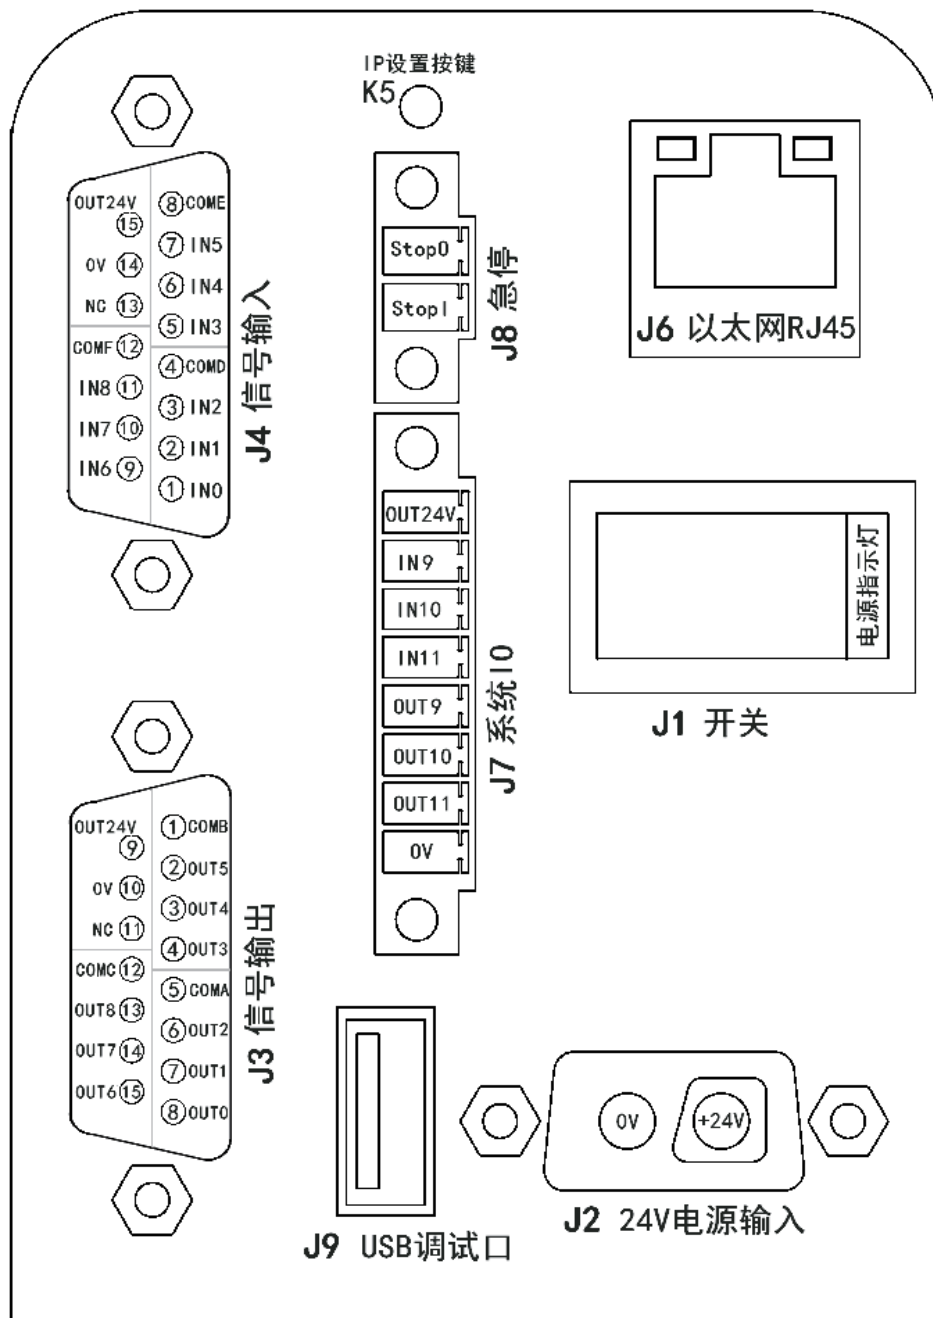
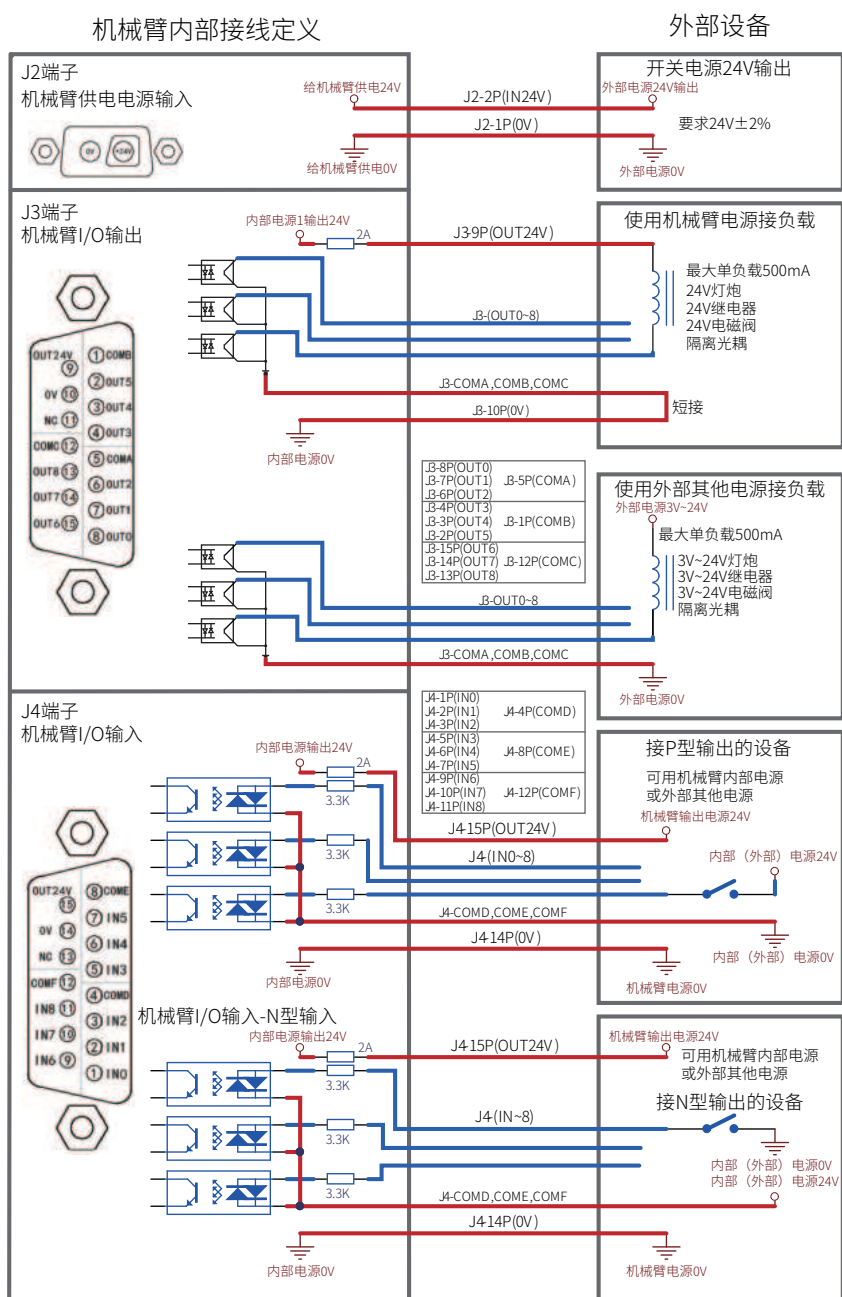

图 1
图 2
1. A处底座接口总示意图（图1所示）
2.图1接口定义说明
3. 图1中J3、J4接口内部电路设计（图2所示）